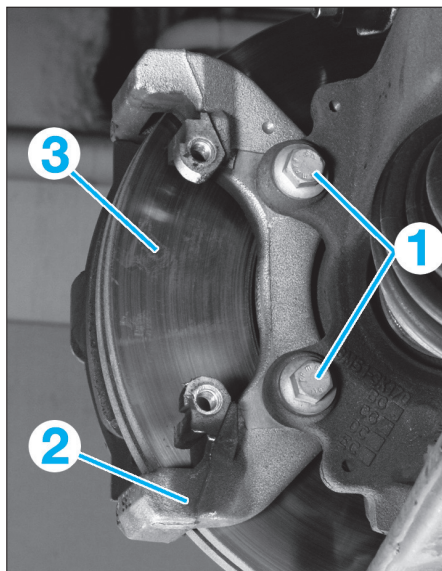

FIG. 7
- les vis du support de l'étrier (1) (Fig.7),